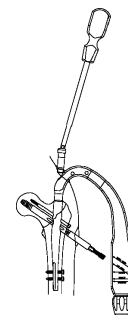

図 5
- 5) ディスタルスクリュー挿入後、ストレートドライバを用いて、ネイルからターゲットデバイスを取り外します。(図 5)